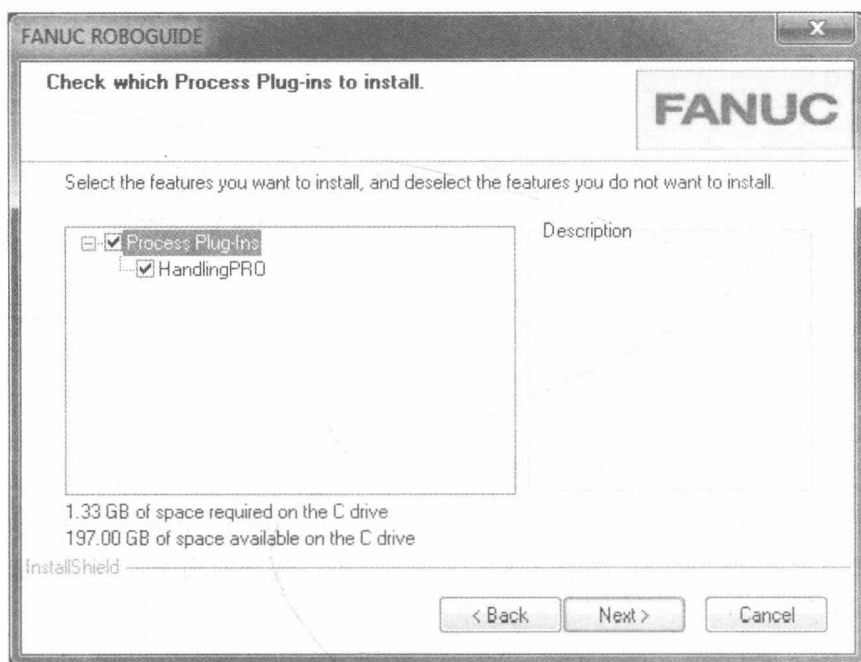

图 2-6
5) 显示FANUC ROBOGUIDE的检查要安装的过程插件对话框。选择要安装的功能，然后单击“**Next**”按钮，如图2-6所示。这里可以选择的功能因购买的选项而异。